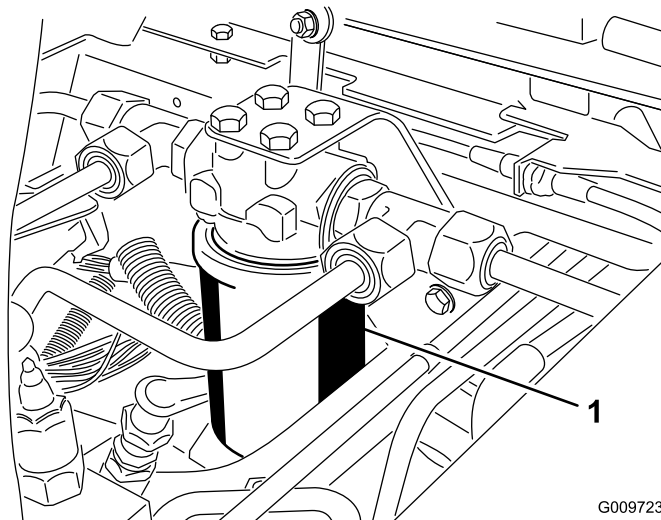
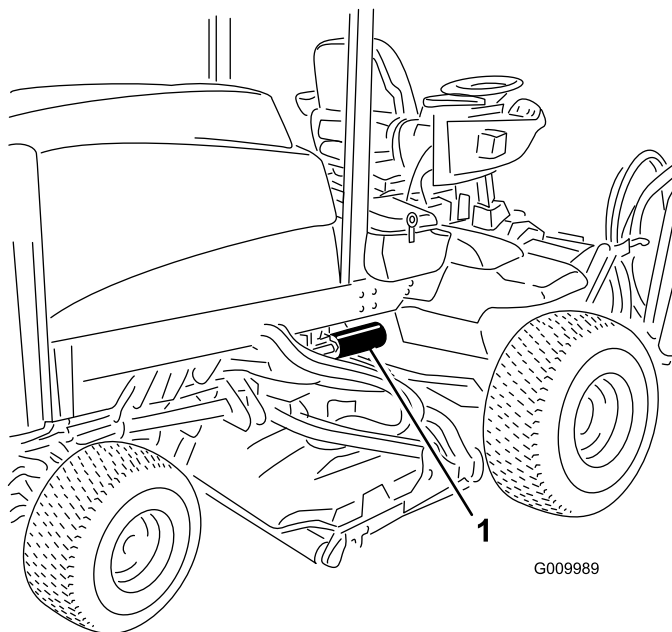

Figure 50
Figure 51
2. Nettoyez la zone autour de la surface de montage du filtre. Placez un bac de vidange sous le filtre et déposez le filtre (Figure 50 & Figure 51).